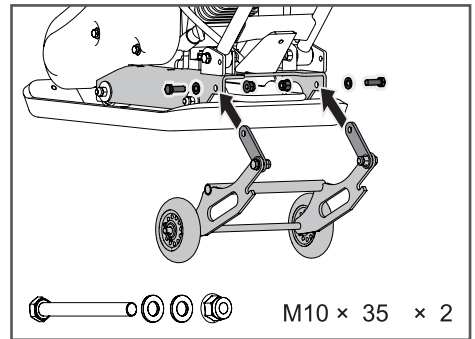

Рис. 6 Установка транспортировочной тележки
- Совместите отверстия в соединительных пластинах тележки и раме виброплиты, как показано на Рис. 6, и вставьте в отверстия болты М10 из комплекта крепежа тележки и закрутите гайки.